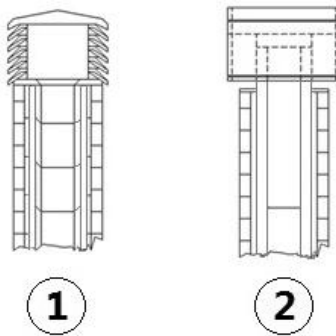

Fig. 4 - Sortie de toit
- Il est conseillé de choisir une souche de type anti vent, voir Fig. 4.